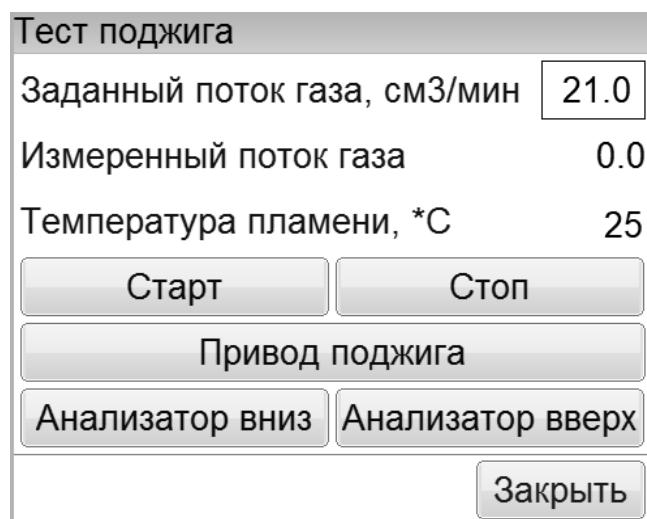

Рисунок 8 – Окно «Тест поджига»
4.4.4 После долгого простоя аппарата или при первом подключении баллона с газом необходимо заполнить газом систему поджига. В режиме ожидания нажать на кнопку **[Меню]**, в появившемся списке операций выбрать пункт **Тест поджига** (рисунок 8).